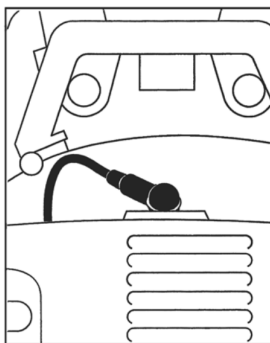

Figura 9
1. Retire o cachimbo da vela de ignição. (Figura 9)